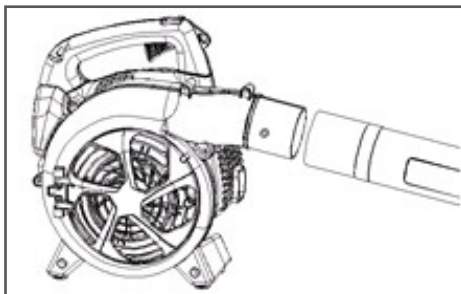

Рис. 2 Установка трубы В
3. Установить напорную трубу В на устройство (см. Рис. 2).